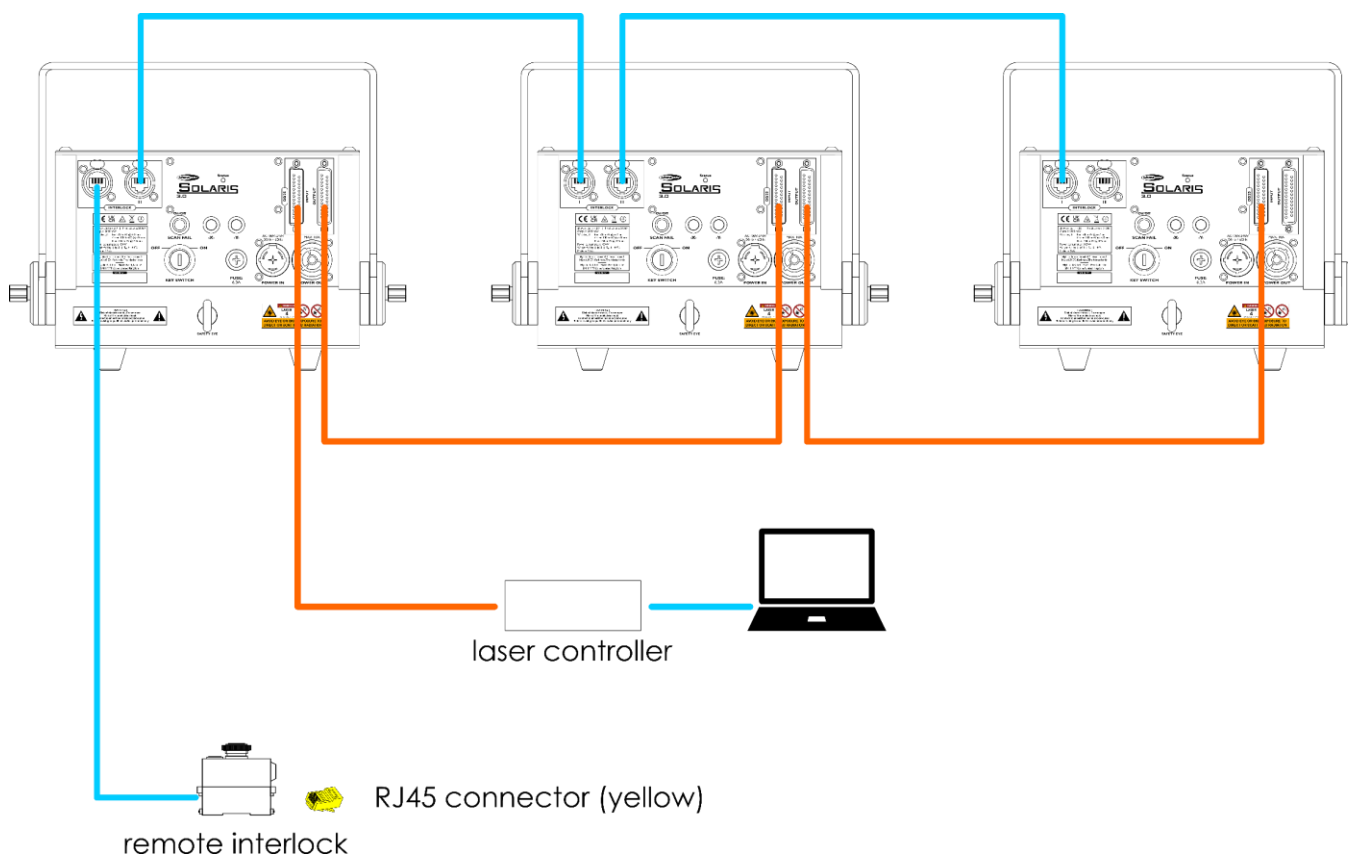

Fig. 15
La Fig. 15 mostra una tipica configurazione con più dispositivi. Per collegare il dispositivo a un controller laser, all'interblocco remoto e ad altri dispositivi, procedere come segue:
- 01) Collegare il controllo laser all'**INGRESSO connettore DB-25 compatibile ILDA (15)** del dispositivo con un cavo DB-25 compatibile ILDA.
- 02) Collegare il **connettore USCITA DB-25 compatibile ILDA (16)** del primo dispositivo al **connettore INGRESSO DB-25 compatibile ILDA (15)** del secondo dispositivo della configurazione con un cavo DB-25 compatibile ILDA.
- 03) Ripetere il passaggio 2 per collegare tutti i dispositivi in un collegamento a margherita come indicato nella Fig. 15.
- 04) Collegare il **connettore RJ45 (25)** dell'interblocco remoto, fornito con il dispositivo, al **connettore RJ45 di interblocco I (09)** del dispositivo con un cavo CAT-5/CAT-5E/CAT-6.
- 05) Collegare il **connettore RJ45 interblocco II (10)** del primo dispositivo al **connettore RJ45 interblocco I (09)** del secondo dispositivo nella configurazione con un cavo CAT-5/CAT-5E/CAT-6.
- 06) Ripetere il passo 5 per collegare tutti i dispositivi come mostrato nella Fig. 15.
- 07) Inserire il connettore RJ45 (giallo), fornito con il dispositivo, nel **connettore RJ45 (24)** dell'interblocco remoto.